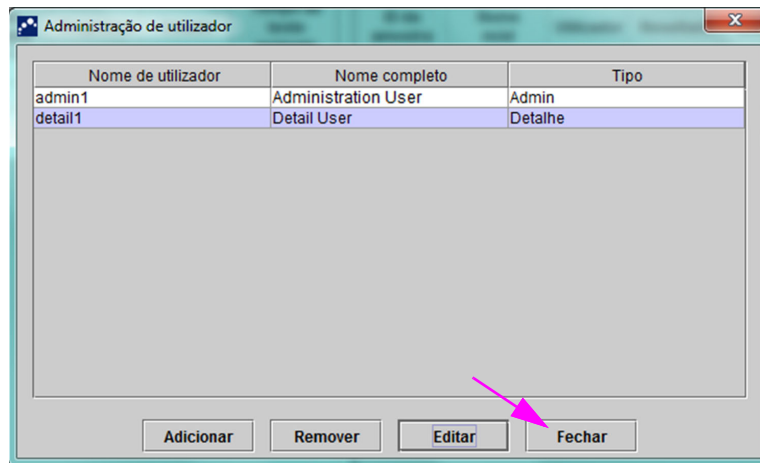

Figura 2-76. Caixa de diálogo Administração de utilizador após remoção do utilizador
3. Clique em **Remover**. O utilizador é removido. Consulte a figura 2-76.
4. Para remover mais utilizadores, repita os passos 2 e 3. Quando terminar de remover os utilizadores, clique em **Fechar** (consulte a figura 2-76).